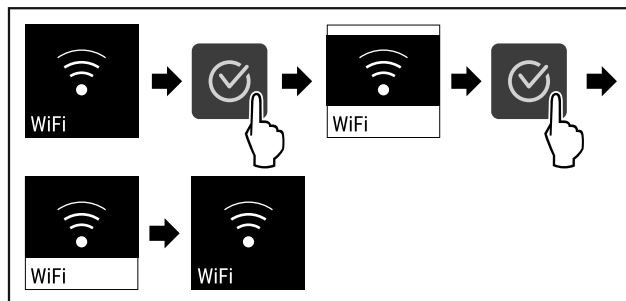

Fig. 87
- ▶ Eseguire i passi (vedere Fig. 87).